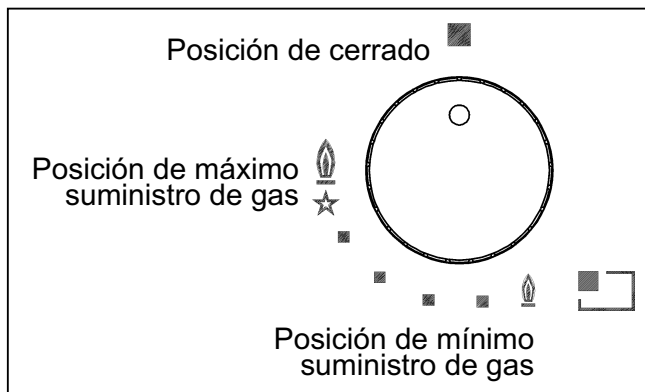

FIG. 1
Presionar y girar hacia la izquierda el mando correspondiente al quemador que se desea usar, colocarlo en la posición de máximo (llama grande fig. 1) y, luego, presionar el mando hasta el final.
Con los quemadores provistos de termopar de seguridad, se debe girar hacia la izquierda el mando correspondiente al quemador que se desea usar, colocarlo en la posición de máximo (llama grande fig. 1) hasta percibir un pequeño tope y seguidamente presionar el mando y repetir la operación indicada anteriormente.
- Una vez conseguida la ebullición, girar el mando a la posición de mínimo (llama pequeña fig. 1).
- **el encendido de los quemadores dotados de termopar de seguridad puede ser efectuado sólo cuando el mando está en posición de máximo (llama grande fig. 1).**